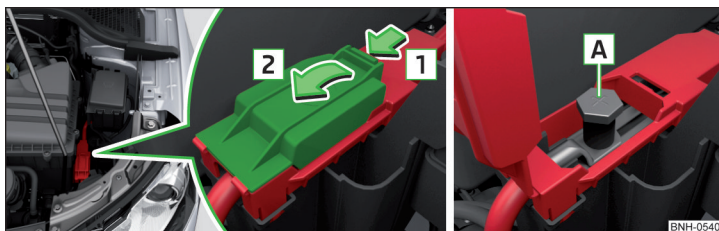

Abb. 157 Starthilfe: Fahrzeuge mit der Fahrzeugbatterie im Gepäckraum
Der Pluspol befindet sich unter einer Abdeckung im Motorraum » Abb. 157.
- Die Pluspolklemme des Starthilfekabels an der Position **A** » Abb. 157 an-klemmen.